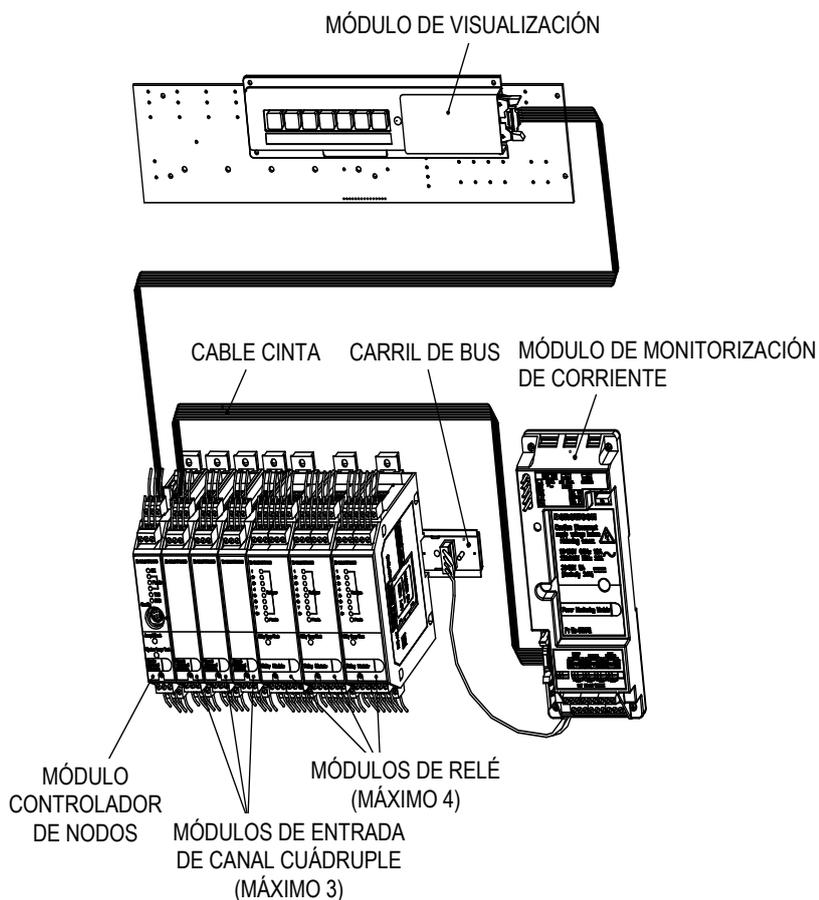

Figura 1 : Montaje general de módulos Vortex
La Figura 1 muestra el montaje general de los módulos dentro del sistema Vortex. El número y la disposición de los módulos variará según la configuración de su sistema Vortex.
La Figura 1 de la página 4 muestra la disposición de los módulos dentro del sistema Vortex. El número y la disposición de los módulos variará según la configuración de su sistema Vortex.
4. Monte los módulos en los raíles bus. Para reducir las interferencias en los canales de entrada cuando se conmutan cargas pesadas, los módulos de salida de relé deben estar a la derecha de los módulos de entrada de canal cuádruple. El módulo controlador de nodos debe estar a la izquierda, como en la Figura 1.